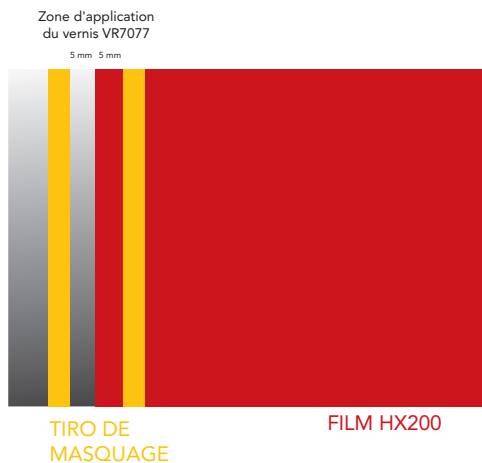

Figure 21
- 1 sur le HX200 à 5 mm de son bord. (FIG. 21)